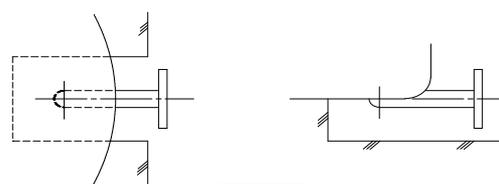

図. 4
- ・タンク底部にノズルが付いている時は、ノズルと基礎が触れない様に基礎を切り欠いてください。(図4参照)